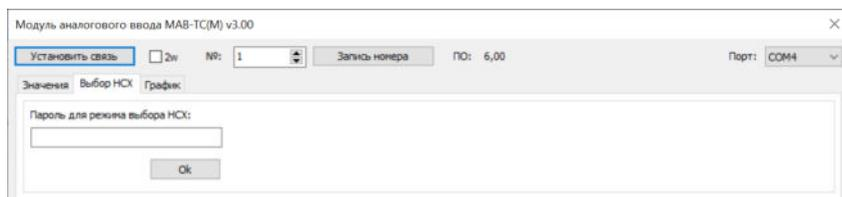

Рис.7. Вид вкладки «**Выбор НСХ**».
3. Для выбора номинальной статической характеристики преобразования перейдите на вкладку «Выбор НСХ». Окно программы примет вид, показанный на рис.7.